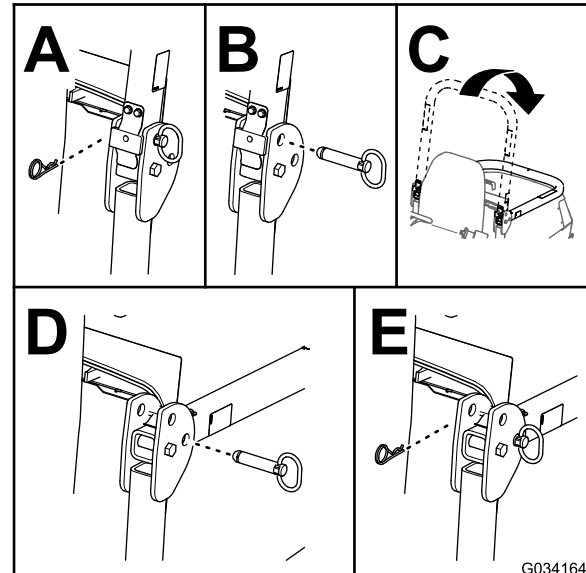

Bild 31
2. Nehmen Sie die Splinte und die Stifte vom Überrollbügel ab (Bild 31).
3. Klappen Sie den Überrollbügel nach unten und befestigen Sie diesen mit den Splinten und Stiften (Bild 31).